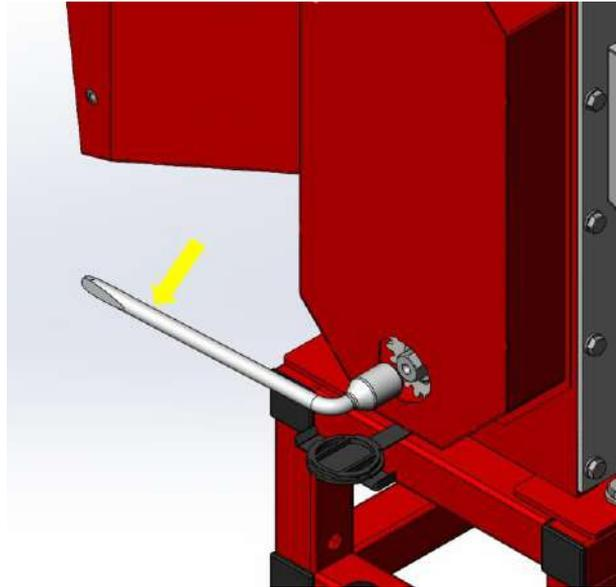

Рисунок 29. Процес розклинювання
2. Візьміть балонний ключ 24 (йде в комплекті з подрібнювачем) (Рис. 29).
3. Встановіть ключ на профіль вала (Рис. 29).
4. Обережно поверніть вал у зворотному напрямку (проти годинникової стрілки), створюючи реверсивний рух ножів (Рис. 29).